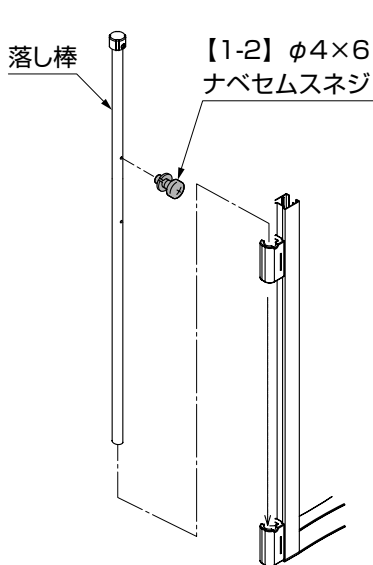

図3-4
- ① 落とし棒に【1-2】を組みつけてください。(図3-4参照)